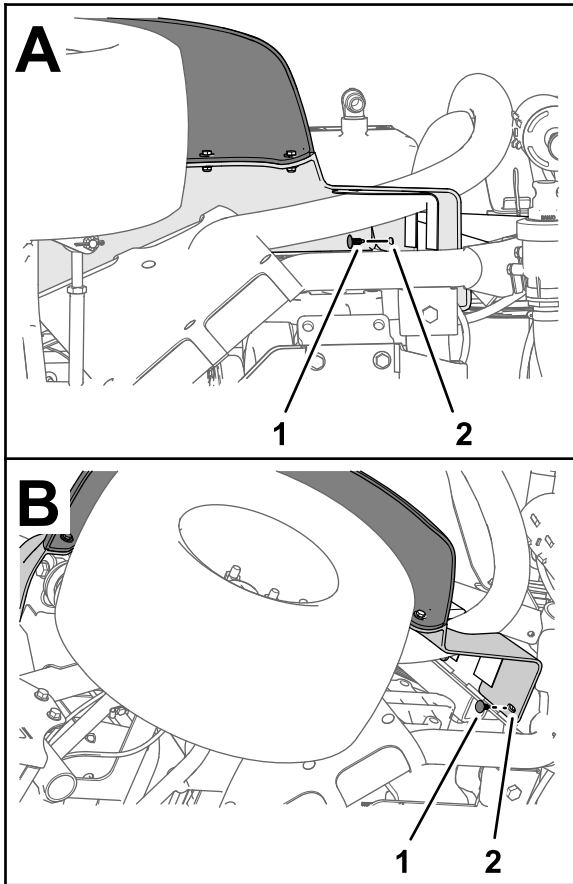

Figura 220
5. Sujete el guardabarros al perfil del bastidor con las 2 grapas (Figura 220).